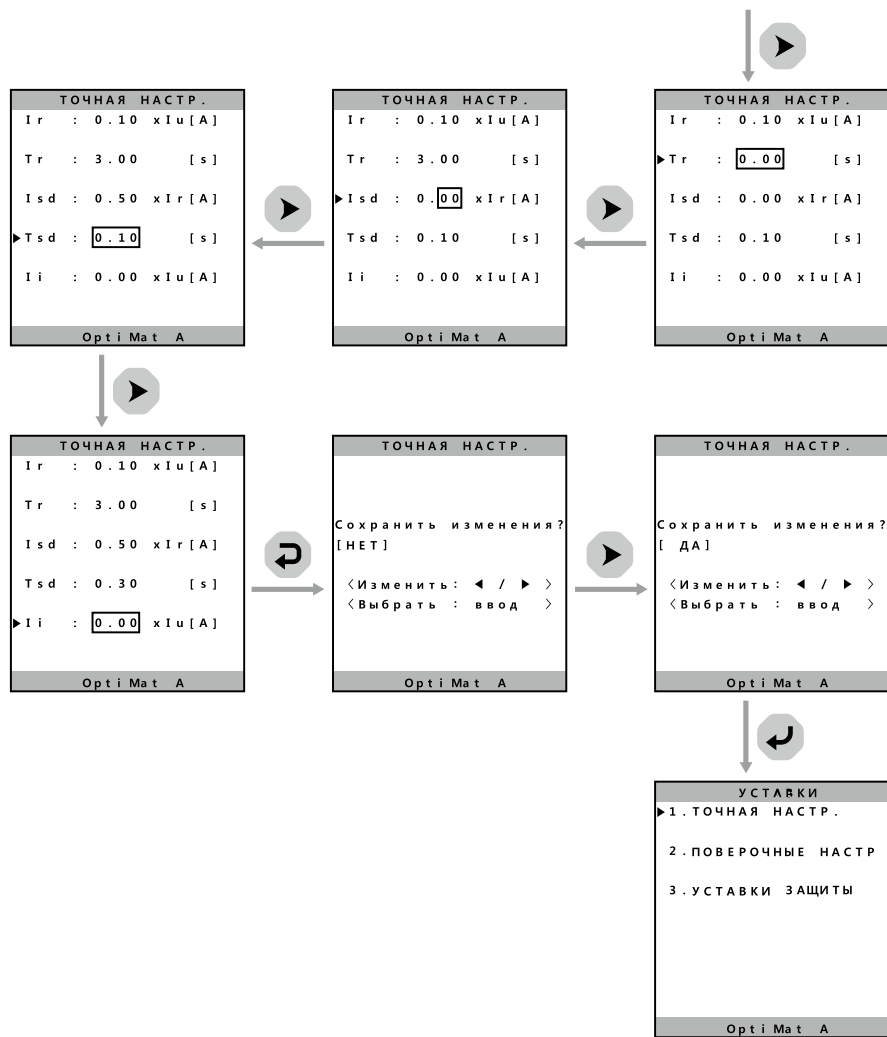

Рисунок 23 – «Точные настройки»
4.2.4.14 Для более точных настроек необходимо использовать меню «Точные настройки», смотри рисунок 23. В этом меню можно установить только те параметры, которые необходимы.